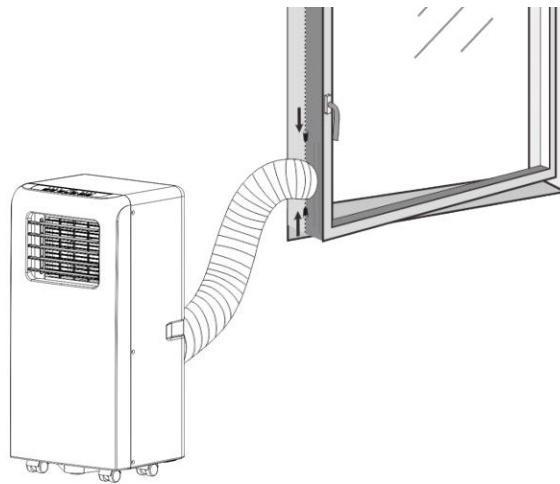

Abb. 2
- 2) Installieren Sie wie in Abb. 2 gezeigt den Auspuffschlauch und stellen Sie die Fensterposition gut ein.